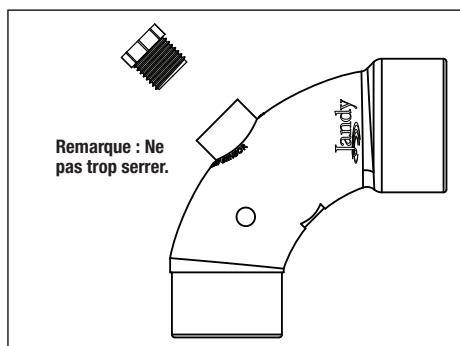

Figure 6. Coude à long rayon
- a. Les filtres à sable de série JS plus grand sont livrés avec des coudes à long rayon de série Jandy Pro dans ce but. Le coude à long rayon inclut également un port et une prise filetés de sorte qu'un robinet d'arrêt de 12,7 mm (1/2 po) puisse être raccordé pour le test de pression. Voir la Figure 6.